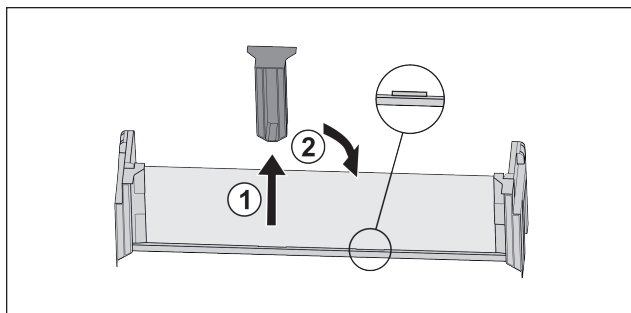

Fig. 90
- ▶ Снимите среднюю поддерживающую деталь Fig. 90 (1).
- ▶ Вставьте среднюю поддерживающую деталь во вторую позицию Fig. 90 (2).